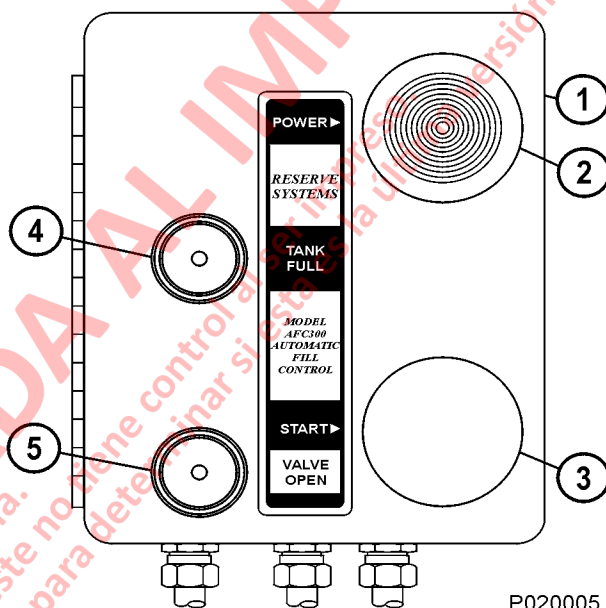

FIGURA 31-3. LLENADO REMOTO DEL TANQUE DE ACEITE DE RESERVA
El interruptor del sistema (2, Figura 31-3) es un interruptor de ENCENDIDO que alimenta al sistema de llenado. El interruptor de arranque (3) es un interruptor pulsador momentáneo que abre la válvula de llenado montada en el tanque de reserva para comenzar el llenado automático del tanque. El aceite de suministro a presión fluye a través de la válvula de llenado hacia el tanque.
2. Tire el interruptor del sistema (2, Figura 31-3) para accionarlo.
3. Presione el interruptor de arranque (3). La luz de VÁLVULA ABIERTA (VALVE OPEN) (5) se deberá encender y comenzará el proceso de llenado.
4. Cuando el tanque esté lleno, la luz VÁLVULA ABIERTA se apagará y la luz que indica "FULL" (LLENO) (4) se encenderá.
6. Apriete y mantenga presionado el interruptor de arranque (3) durante un par de segundos para liberar la presión de aceite en la línea.
8. Presione el interruptor (2) para desactivar el sistema de llenado.